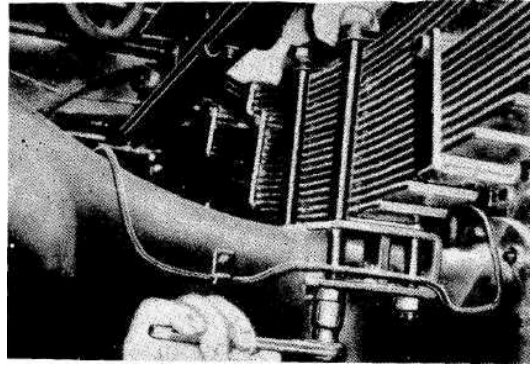

Bild 4-404
2. Sechskantschrauben zur Befestigung der Hinterfeder lösen. (Bild 4-404)